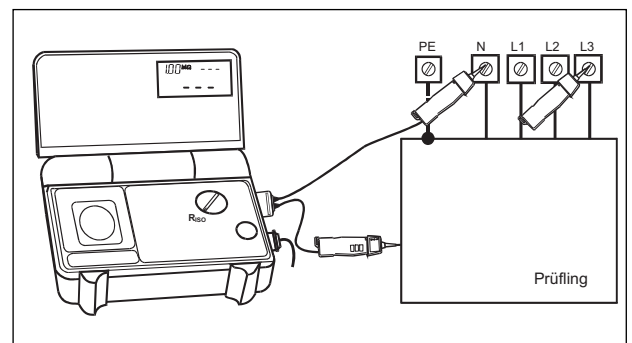

Abb.6.13
- Prüfspitzen von COMMANDER 2 (ggf. Messzubehör verwenden) mit dem Prüfling verbinden, siehe Abbildung 6.13: